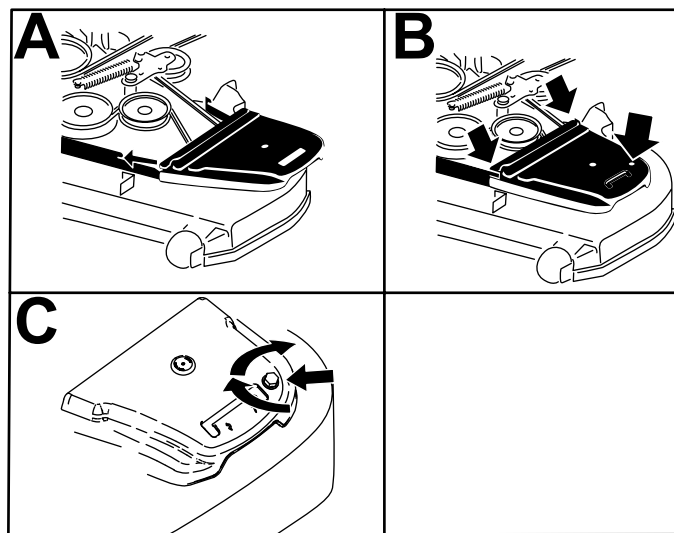

Bild 65
12. Bringen Sie die Riemenabdeckungen und die Schrauben an (Bild 65).